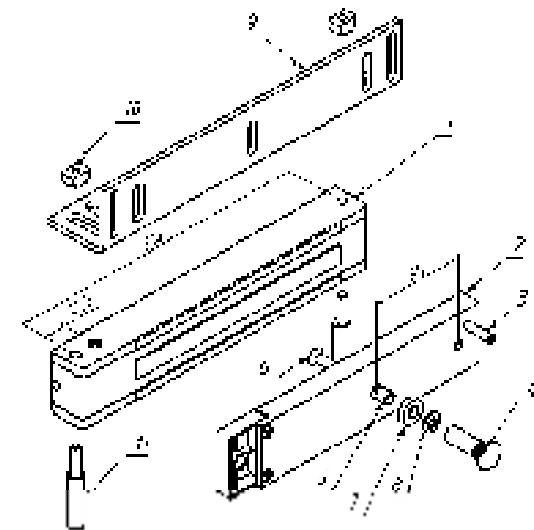

Рисунок 1
3.1 Комплект поставки (рисунок 1):
- корпус замка (1)
- якорь (2)
- комплект крепления якоря: штифт (3), втулка (4), втулка проходная (5), винт M6x35 (6), кольцо уплотнительное (7), шайба (8).
- угольник (9)
- втулка (10)
- винт (11)